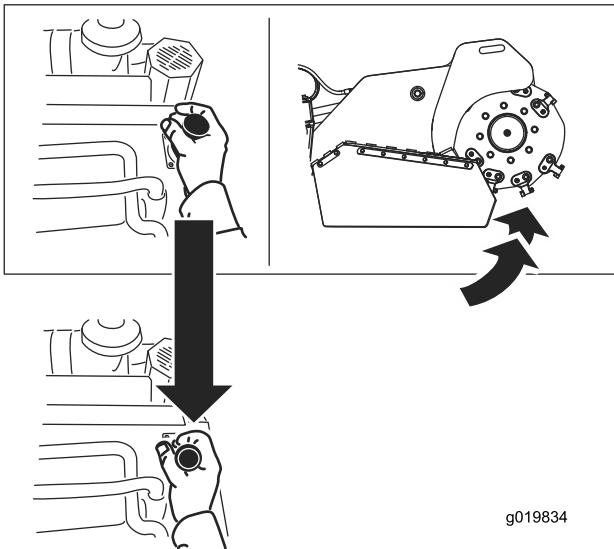

Figura 14
- Per sollevare la trinciatrice, tirate indietro la leva (Figura 14).